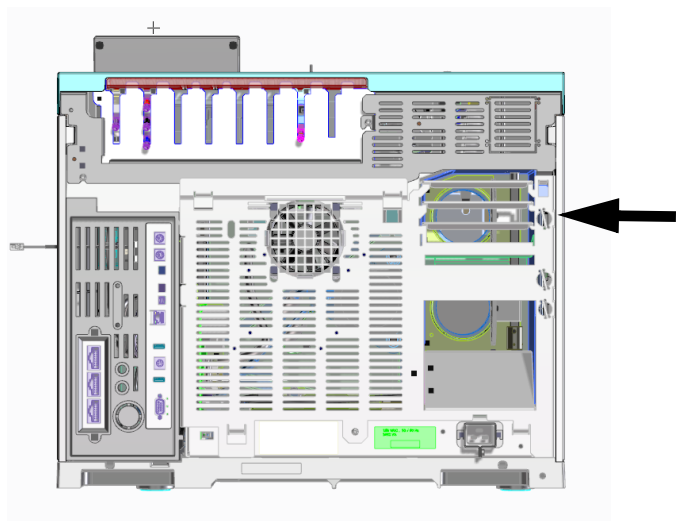

Figura 4. Orifizio di scarico.
- 1 L'aria calda (fino a 450 °C) prodotta dal forno fuoriesce da un'apertura sul retro dello strumento. Lasciare almeno 25 cm (10 pollici) di spazio dietro lo strumento oppure 30 cm (12 pollici) dietro un Q-TOF GC/MS per consentire la dissipazione dell'aria calda. Consultare **Figura 4**.